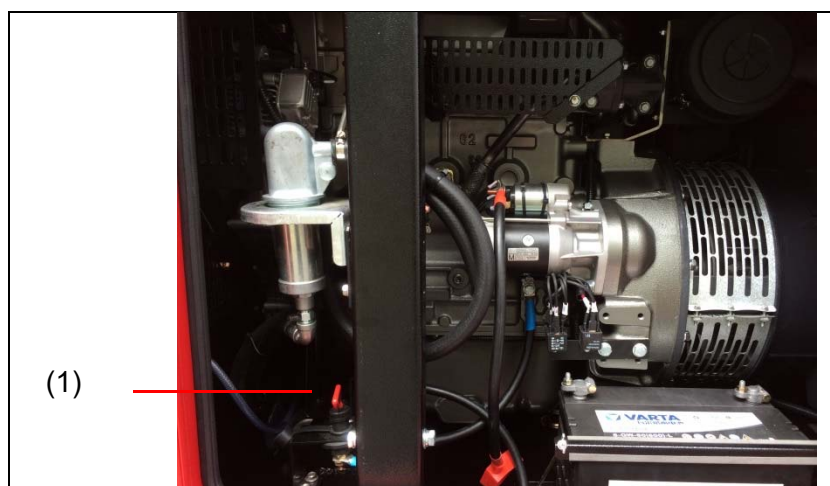

Рис. 11-1: Замена аккумулятора
1. Отключение главного выключателя аккумуляторной батареи (Рис. 11-1: Замена аккумулятора)